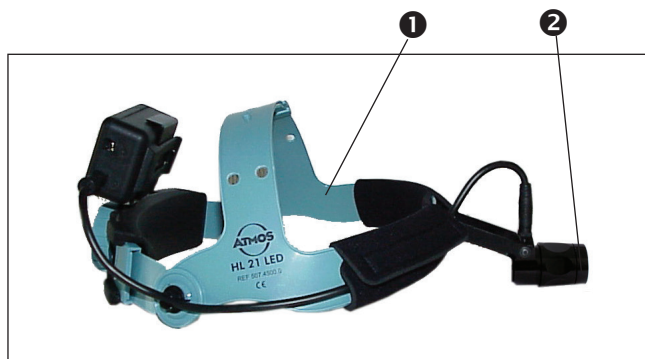

Fig. 9 Messa a fuoco
- L'ampiezza del fascio di luce può essere modificata agendo sull'anello di messa a fuoco (❷, fig. 9).